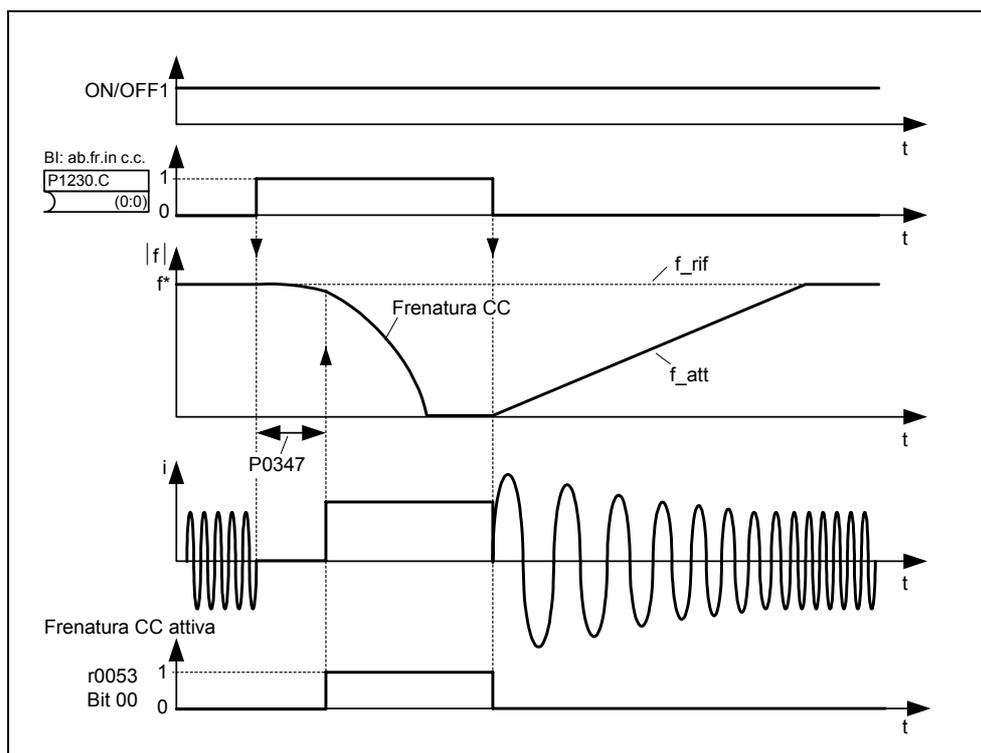

Figura 3-74 Freno in c.c. con selezione esterna
1. Abilitazione e selezione attraverso il parametro BICO P1230 (vedi Figura 3-74)